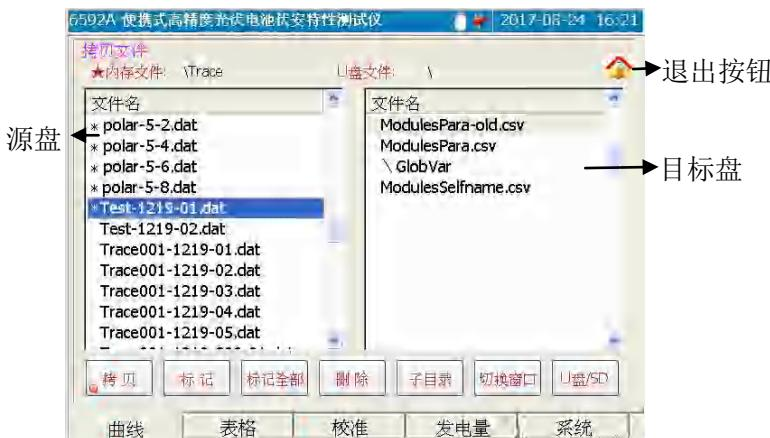

图 5-8 传输文件界面示意图
点击【传输】按钮将弹出文件传输窗口，如图 5-8 所示，
- b) 文件拷贝中的目标盘：此盘的盘符前没有“★”标注，窗口中的光标条为灰色。如图 5-8 所示。